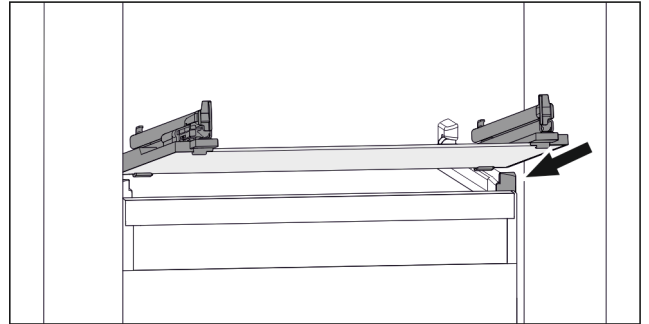

Fig. 156 Rappresentazione esemplificativa del ripiano in vetro
- Applicare il ripiano in vetro obliquamente dietro i fermi. (vedere Fig. 156)